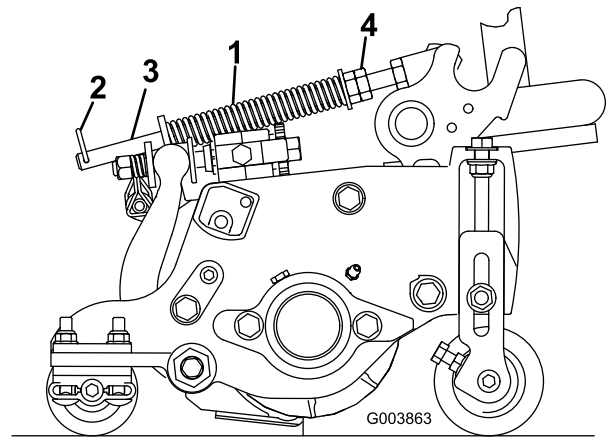

図 19
ターフ補正スプリング（図 19）は、前ローラから後ローラへと、カッティングユニットの体重移動を行います。（これによりユニットを安定させ、いわゆる「波打ったような」仕上がり（ポピングとかマーセリングといわれる現象）を防いでいます。
1. ヘアピンコッターがスプリングロッドの後の穴に差し込まれていることを必ず確認しておいてください（図 19）。
2. スプリングロッド前部の六角ナットを締め、スプリング（圧縮状態）の長さが15.9cmになるようにする（図 19）。